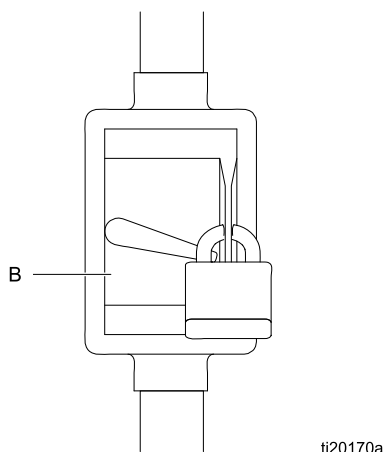

Figure 2 Interruptor de desconexão
1. Certifique-se de que o interruptor de desconexão (B, Fig. 2) está desligado e bloqueado.